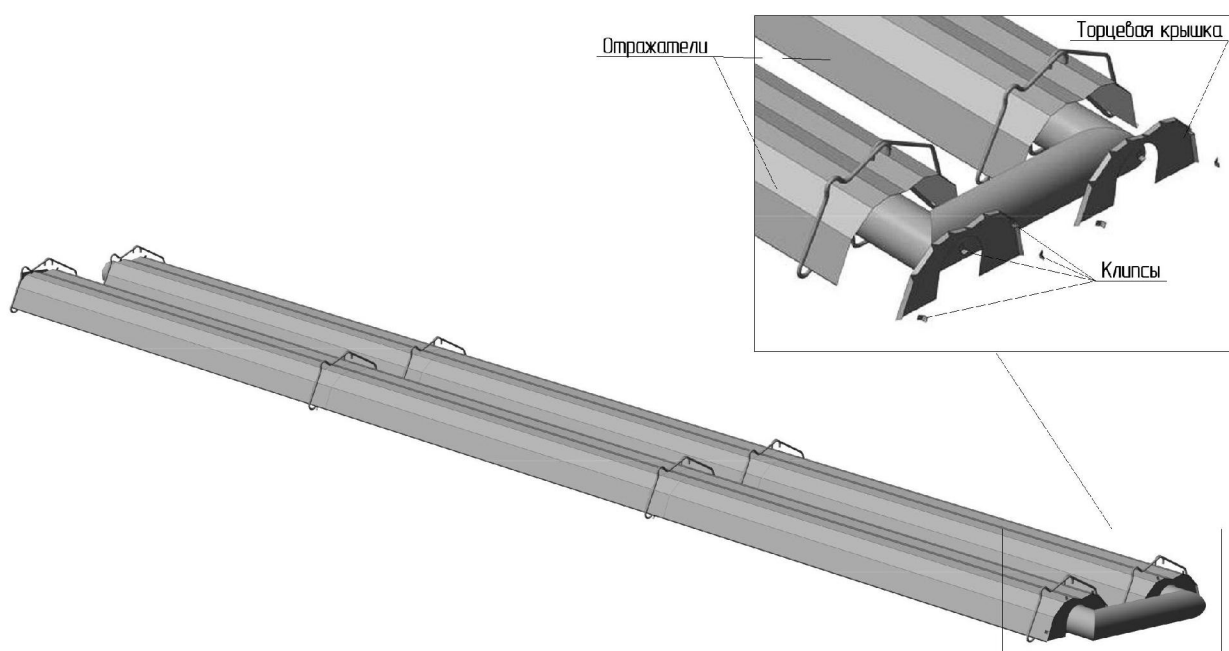

Рисунок 10 Установка торцевых крышек
- Установить торцевые крышки на отражатели со стороны колена и со стороны газогорелочного блока (см. рисунок 10). Каждую крышку фиксировать четырьмя клипсами.